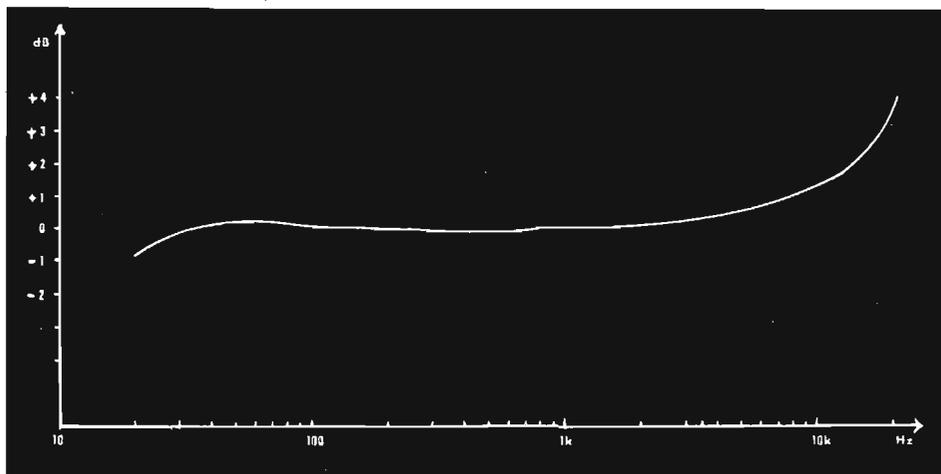

figura 4
Naturalmente è molto importante, ai fini di ottenere una curva di risposta piatta, che i valori dei componenti della rete RIAA sia il più vicino possibile a quello teorico. Inoltre, ai fini del rumore, è bene che R_4 , R_5 e R_6 siano a strato metallico. In figura 4 è riportato lo scostamento dalla curva teorica RIAA di tale stadio; si osservi la variazione positiva oltre i 5 kHz, grazie alla resistenza R_4 .
• curva RIAA	vedere figura 4